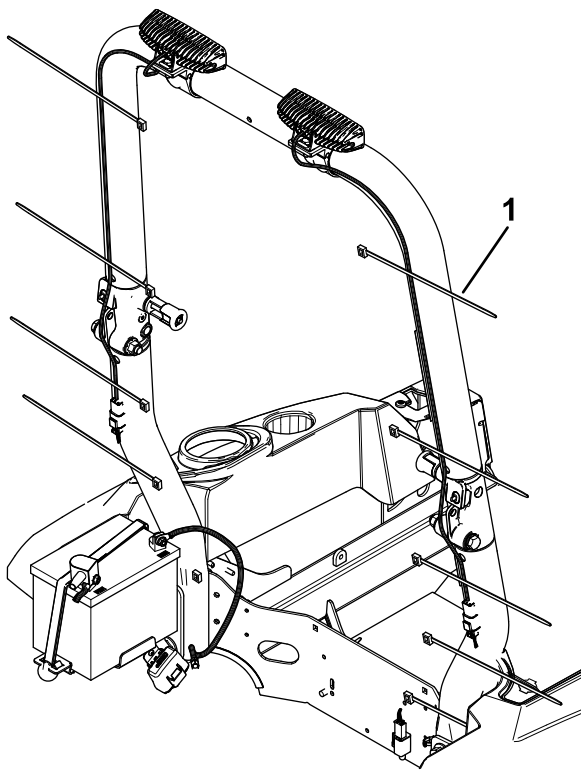

Figura 6
13. Avvolgete il filo in eccedenza secondo necessità e utilizzate le fascette rimanenti per fissare il cablaggio delle luci alla macchina (Figura 6).